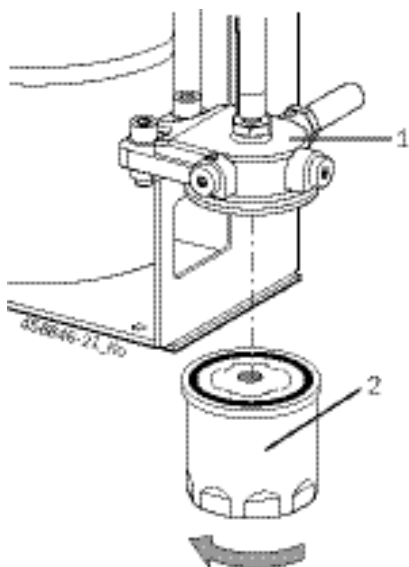

Fig. 26: Замена масляного фильтра
1. Руками выкрутите масляный фильтр (Рис. 26, Поз. 2) от крепления фильтра (Рис.26, Поз. 1) (по часовой стрелке).